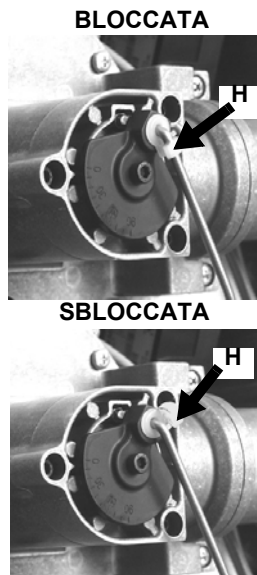

Fig. 48
- 2 Liberare il tirante di regolazione della farfalla gas (Fig. 48) ed estrarlo dalla sua sede tirando verso l'esterno.